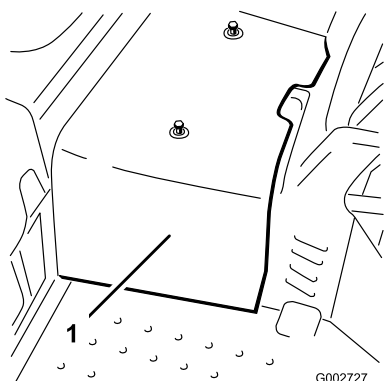

図 39
2. センターシュラウドを機体に止め付けているネジ 2 本を外してシュラウドを機体から取り外す(図 39)。